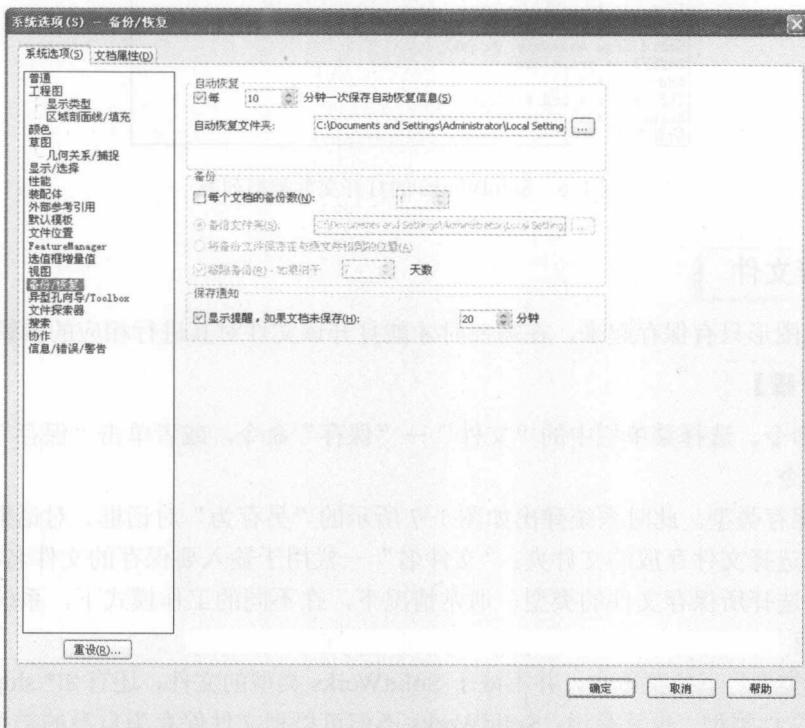

图 1-9 “系统选项一备份/恢复”对话框
- 2) 设置保存目录。系统弹出如图 1-9 所示的“系统选项一备份/恢复”对话框，单击对话框中的“备份”选项，在右侧的“备份文件夹”中可以修改保存备份文件的目录。